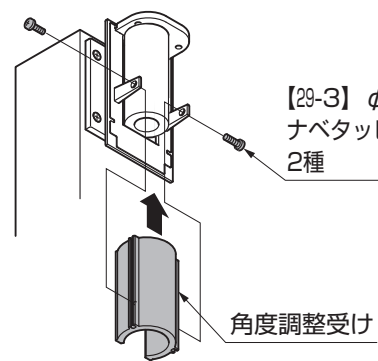

図5-21
- ⑤角度調整受けを角度調整部品Aにスライドしてはめ込み【29-3】で取付けてください。(図5-21参照)
- ⑥角度調整部材とフレームにフレーム取付金具を、【13-1】、【29-2】で取付けてください。